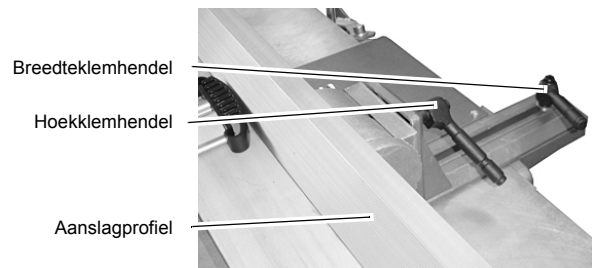

Abb.3-4: Aanslagprofiel
- Stel de aanslag juist af. (+ Abb.3-4: „Aanslagprofiel“ auf Seite 13)